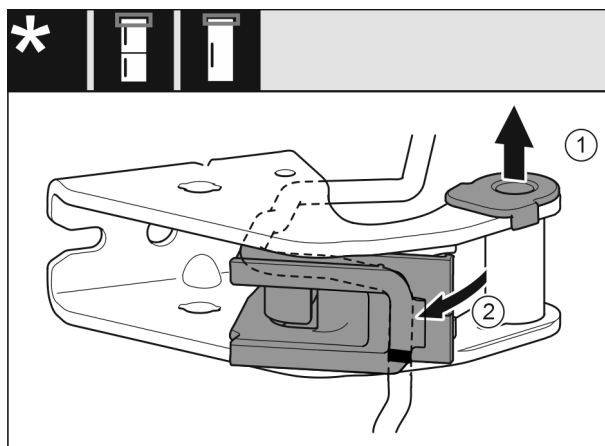

Fig. 26
- ▶ Extraer el casquillo de apoyo de la guía. *Fig. 26 (1)*
- ▶ Girar hacia fuera el soporte del cable. *Fig. 26 (2)*